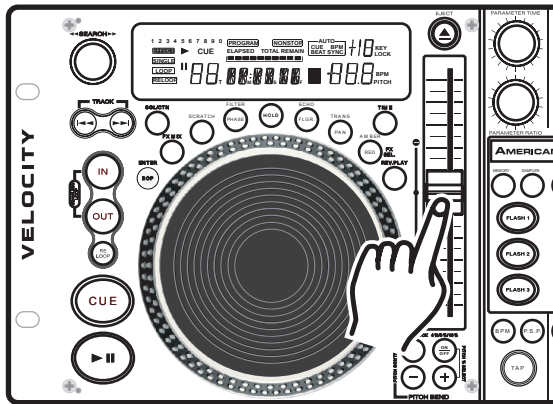

Figura 43
El BOTÓN (+) PITCH BEND (26) se utiliza para aumentar la velocidad de reproducción de una pista mientras que el BOTÓN (-) PITCH BEND (25) sirve para reducirla. La proporción en que cambia la velocidad guarda relación con la cantidad de tiempo durante el cual se mantiene presionado el botón. Por ejemplo, si el BOTÓN PITCH BEND (+) (26) se mantiene constantemente presionado, como se indica en la figura 43, la velocidad del disco aumentará y lo seguirá haciendo hasta que alcance un aceleración máxima de 100%. Al soltar el BOTÓN PITCH BEND (+) (26), la velocidad del disco volverá automáticamente al valor previo.